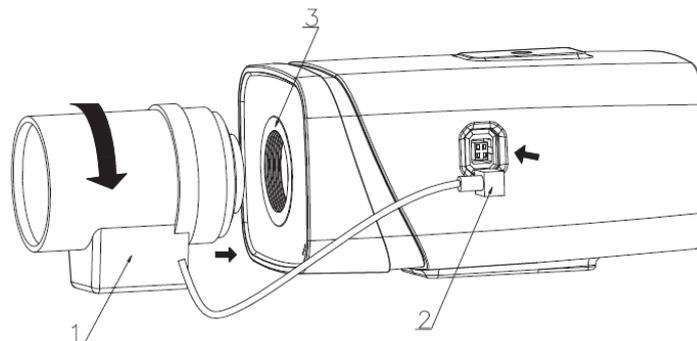

Рисунок 2
1. Присоедините объектив в соответствующее гнездо, предварительно сняв колпачок защиты матрицы видеокamеры. Поверните объектив по часовой стрелке для надежного закрепления (рис.2).